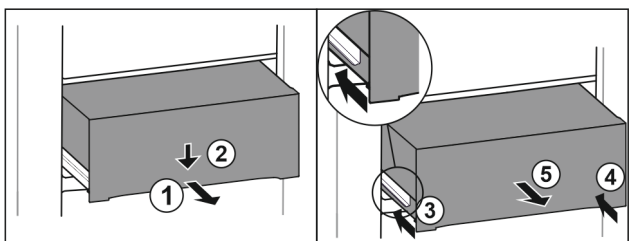

Fig. 122
- ▶ Витягніть ящик на половину. Fig. 122 (1)
- ▶ Спрямуйте висувний ящик вниз спереду. Fig. 122 (2)
- ▶ Вставте ліву рейку приблизно на 2 см. Fig. 122 (3)
- ▶ Вставте праву рейку приблизно на 2 см. Fig. 122 (4)
- ▶ Вийняти висувний ящик рухом вперед. Fig. 122 (5)